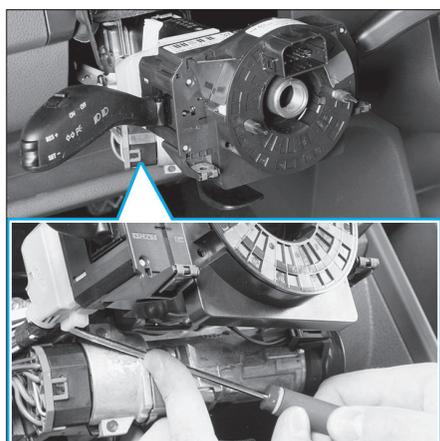

Fig. 31
• Pousser le verrouillage du connecteur et débrancher le du commodo (Fig.31).